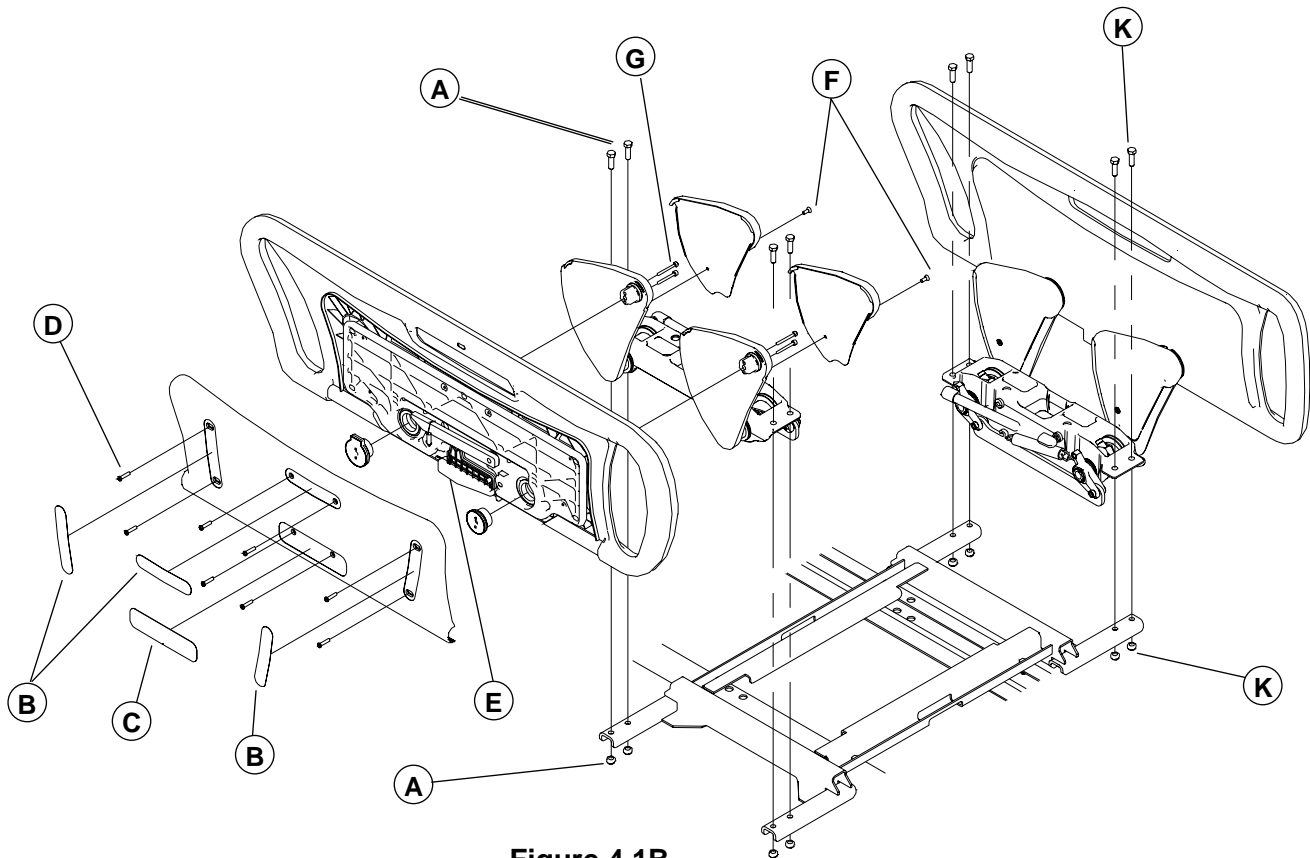

Figure 4.1B
À moins d'indication contraire, référez-vous à la figure 4.1B de la page 19 pour l'illustration des points de références contenus dans cette procédure.
2. À l'aide d'une clé à cliquet munie d'une douille 1/2" et d'une clé 1/2", retirez les quatre écrous/boulons (K, fig. 4.1B, page 19) retenant l'ensemble au support et retirez l'ensemble.